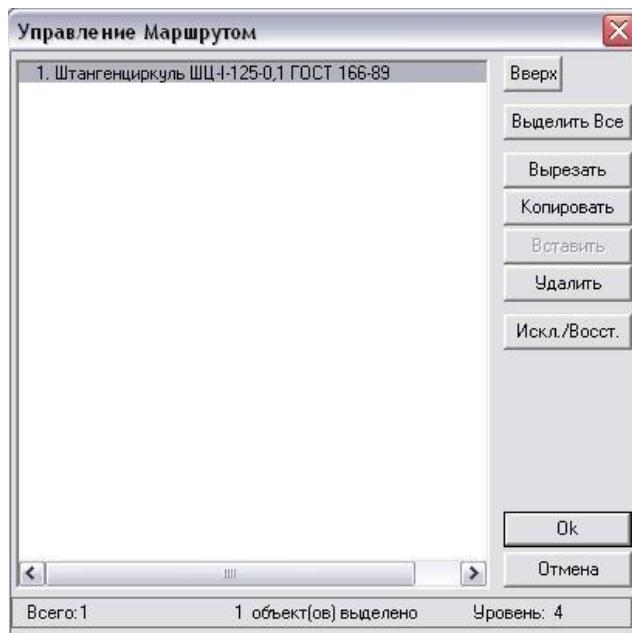

Рисунок 25. Окно «Управление Маршрутом»
2. Загрузится окно «Управление Маршрутом» (рис. 25).